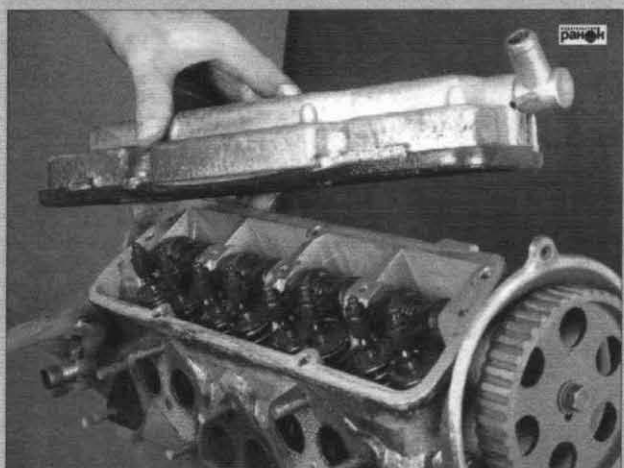

Рис. 3.28. Снятие клапанной крышки
- снять клапанную крышку (рис. 3.28);